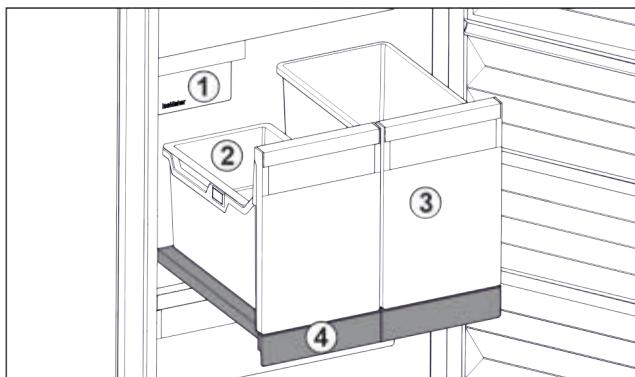

Fig. 79 Витяжна панель IceTower
- (1) IceMaker
- (2) Підвісний лоток для кубиків льоду
- (3) Резервуар наприклад для піци, алкогольних напоїв
- (4) Витяжна панель
На витяжній панелі є два високих резервуара (IceTower). В резервуари Fig. 79 (2) кубики льоду з IceMaker збираються та зберігаються. Резервуар Fig. 79 (3) придатний для зберігання високих харчових продуктів, таких як піца та алкогольні напої.